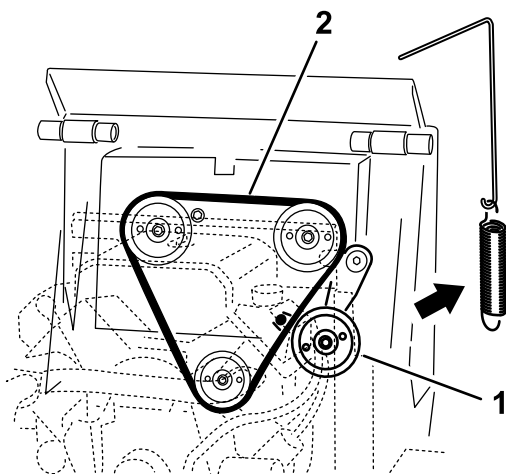

Figura 53
5. Rimuovete la molla della puleggia tendicinghia dal relativo gruppo (Figura 53).
7. Montate una nuova cinghia di trasmissione attorno alle 3 pulegge (Figura 53).